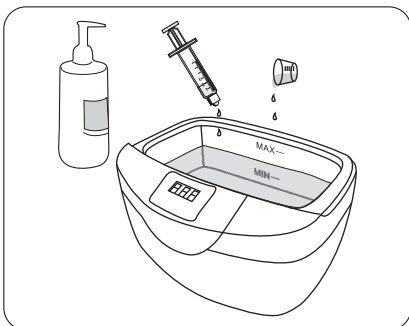

Fig. 11
- 4► Coloque a quantidade correta de detergente enzimático na cuba de inox ou béquer de acordo com as recomendações do fabricante. Para sua economia e comodidade, utilize um copo medidor ou uma seringa sem agulha para medir o volume e que a mesma seja utilizada somente para este fim (Fig. 11). Não use soluções/produtos desincrustantes, pois possuem uma alta concentração ácida, isso pode danificar a cuba, sua vedação e os instrumentos.